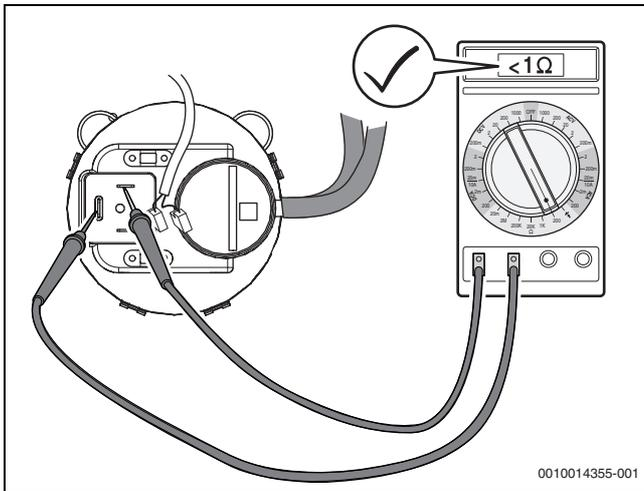
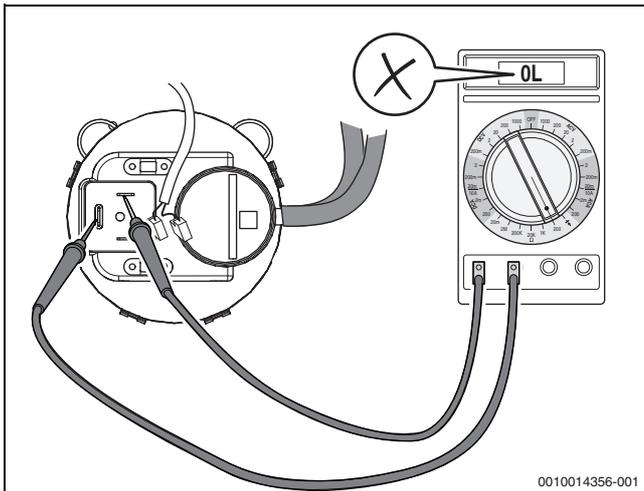

Bild 72 Differenzdruckwächter auf Durchgang prüfen (Differenzdruckwächter in Ordnung)
Bild 73 Differenzdruckwächter auf Durchgang prüfen (Differenzdruckwächter **nicht** in Ordnung)
- ▶ Elektrische Anschlussleitungen am Differenzdruckwächter abziehen und Widerstand an den Kontakten messen (→Bild 72). Wenn der gemessene Wert $< 1 \text{ Ohm}$ beträgt (oder Signalton, je nach Messgerät), ist der Differenzdruckwächter in Ordnung. Wenn kein Wert oder ein Widerstand $> 1 \text{ Ohm}$ angezeigt wird (→Bild 73), Differenzdruckwächter austauschen.